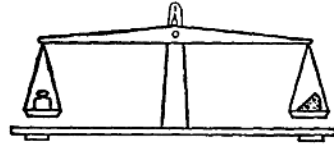

图 1-18
2. 一片奶酪的重量可用天平和砝码来确定。这种方式是 模拟/数字 方式。(见图 1-18)。